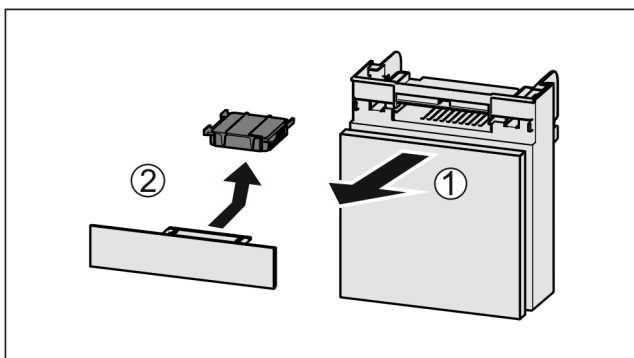

Fig. 142
- ▶ Træk rummet fremad Fig. 142 (1).
- ▶ Tag aktivkulfilteret Fig. 142 (2) ud.